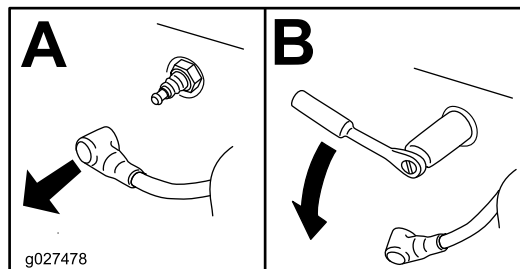

Figura 50
4. Retire a vela de ignição (Figura 50).